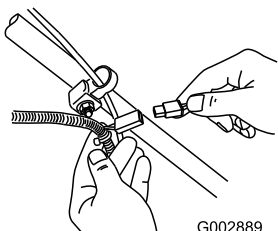

Рисунок 22
1. Подсоедините зарядное устройство к жгуту проводки, расположенному под ключом зажигания (Рисунок 22).